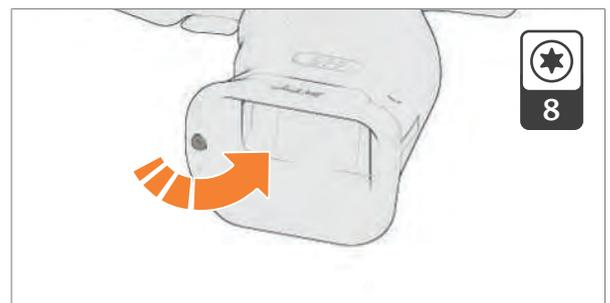

Abb. 23: Schraube entnehmen
2. Schraube für Jet-Funnel mit Winkelschraubendreher lösen und entnehmen (Abb. 23).